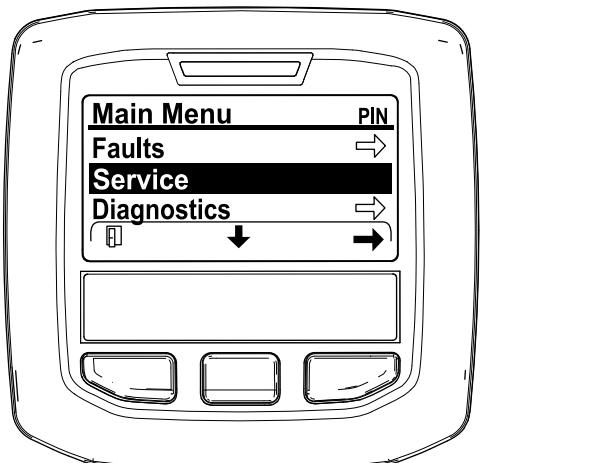

Figura 45
- Vá até ao MENU PRINCIPAL, prima o botão central para ir até ao MENU DE MANUTENÇÃO e prima o botão direito para selecionar a opção de MANUTENÇÃO (Figura 45).